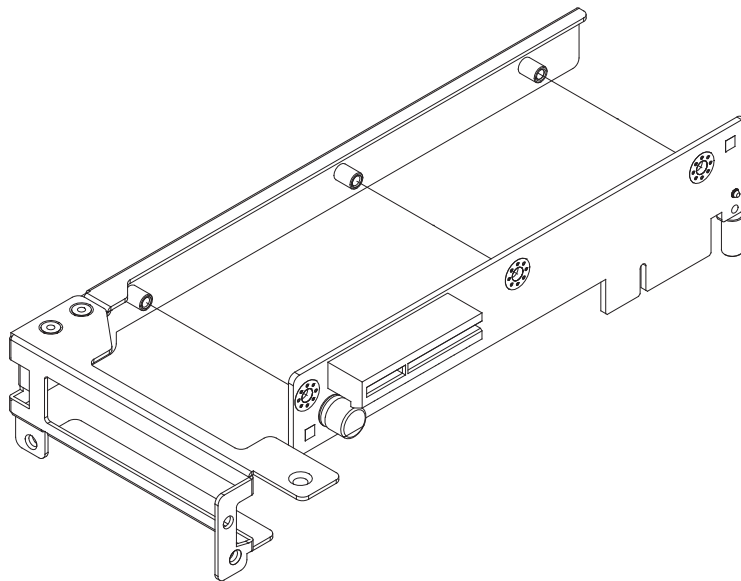

Figure 2.14 MR Module Assembly/MR 模块安装 /MR 模組安裝
2. Assembly the MR riser module with 3 screws. (see Figure 2.14)
2. 使用3颗螺丝将 MR 支架与 MR 转板锁附组装（如图 2.14 所示）。